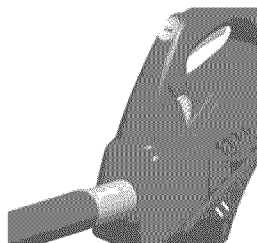

Figure 25 – Poignée principale et adaptateur de la poignée assemblés
6. Faites glisser la poignée principale dans son adaptateur jusqu'à ce que les unités s'emboîtent (voir figure 25). **IMPORTANT :** Les deux boutons-ressorts de la poignée principale doivent être complètement embrayés.